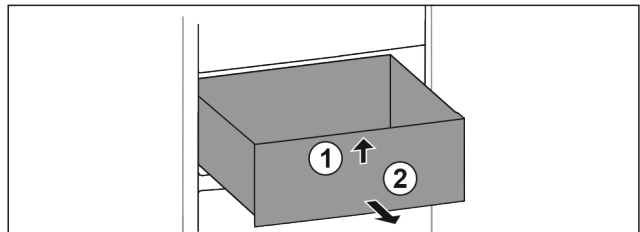

Fig. 14
- ▶ Підняти висувний ящик спереду. Fig. 14 (1)
- ▶ Вийняти висувний ящик рухом вперед. Fig. 14 (2)